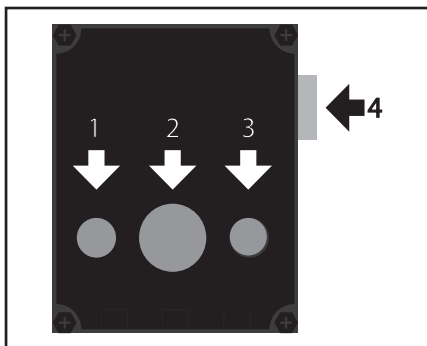
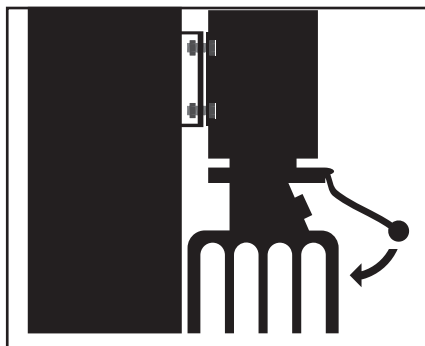
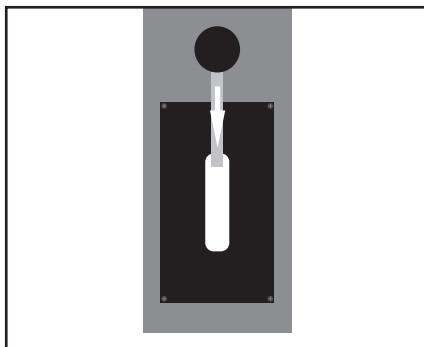

Fig. 26
Fig. 27
Fig. 29
2. Voedingshoofdschakelaar (4, Fig. 26) van 'off' naar 'on' draaien, groene lampje (1, Fig. 26) brand nu.
3. Druk op HEF-knop (3, Fig. 26), hef het voertuig tot 1 meter hoogte.
5. Druk op HEF-knop (3, Fig. 26) en hef voertuig tot gewenste hoogte.
HEF-knop (3, Fig. 26) loslaten, hefbrug blijft staan.
1. Druk de hendel voor zakken omlaag (Fig. 27) totdat de hefbrug in de vergrendeling hangt.
1. Hefbrug stukje omhoog heffen (3, Fig. 26), vervolgens hendel (Fig. 29) omlaag drukken zodat vergrendeling in vrije stand komt.
2. Hendel (Fig. 29) vasthouden in onderste stand en hendel voor zakken (Fig. 27) inhouden tot hefbrug volledig gezakt is.
8. Schakel tijdens een noodsituatie de stroom uit met behulp van de nood-stop (2, fig 26).